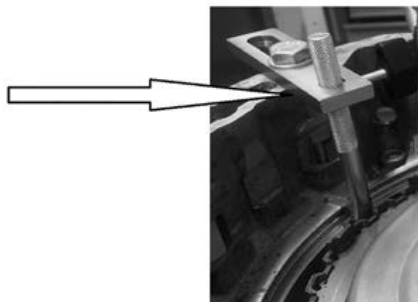

Fig. 1
- Monte uno de los dos travesaños largos (6) y el fin de carrera de tope (8) fijándolos correctamente en la caja del embrague (vea fig. 1.)